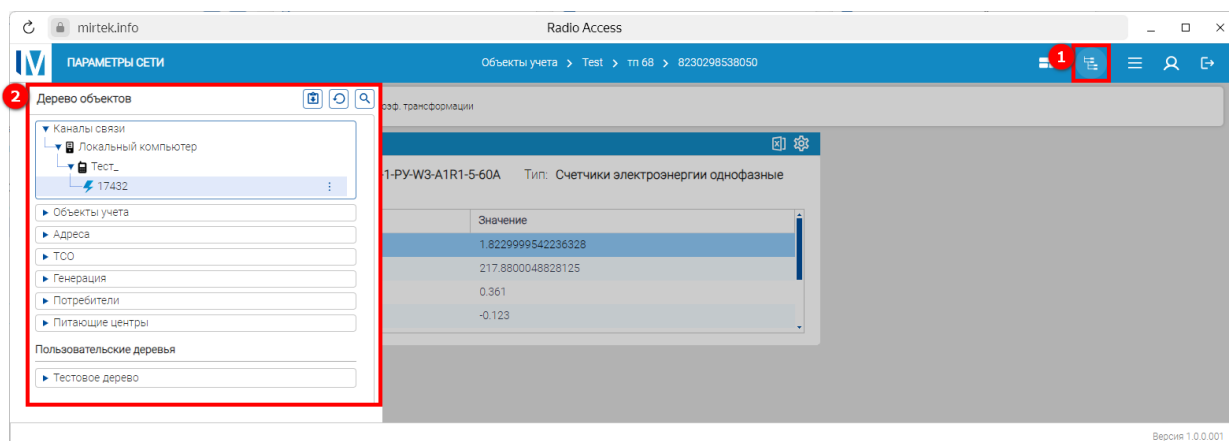

Рисунок 27 – Отображение Дерева объектов
Нажимая кнопку  (1) (см. рисунок 27) будет отображено **Дерево объектов** (2), в котором можно выбрать другой объект учета или другое устройство. В открытом окне подраздела после выбора другой группы или устройства автоматически будет обновлена информация в соответствии с выбранной группой (устройством).